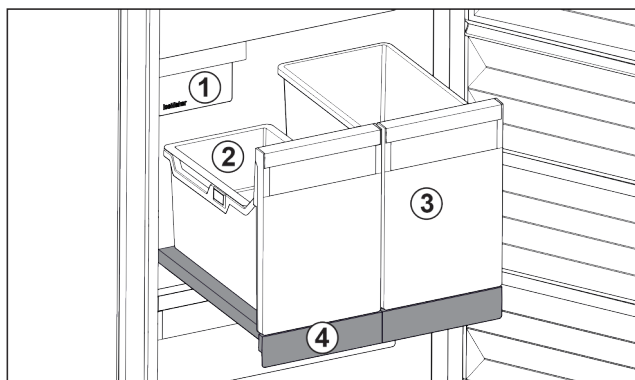

Fig. 27 Wysuwana półka z IceTower
- (1) IceMaker
- (2) Półka zawieszana na kostki lodu
- (3) Pojemnik, np. na pizzę, napoje alkoholowe
- (4) Wysuwana półka
Na wysuwanej półce znajdują się dwa wysokie pojemniki (IceTower). W pojemniku Fig. 27 (2) zbierane i przechowywane są kostki lodu z IceMaker. Pojemnik Fig. 27 (3) nadaje się do przechowywania wysokich artykułów spożywczych, takich jak pizza i napoje alkoholowe.